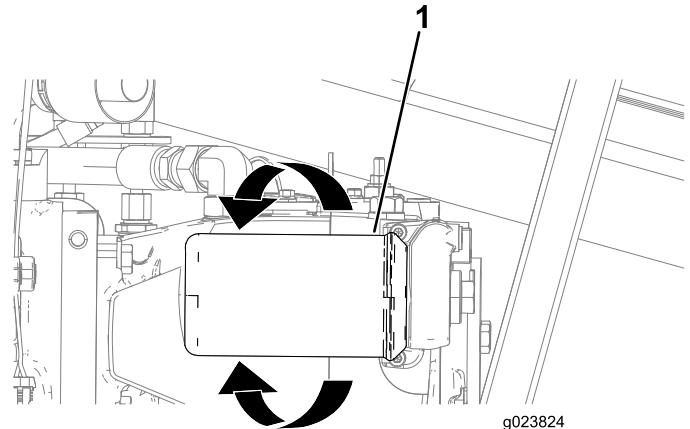

Figura 156
3. Coloque un recipiente de drenaje o varios trapos debajo del filtro de carga (Figura 156).
4. Gire el filtro de carga en sentido antihorario y retire el filtro (Figura 156).
6. Alinee el filtro de carga con su asiento, y gírelo en sentido horario hasta que la junta del filtro entre en contacto con el adaptador (Figura 156).